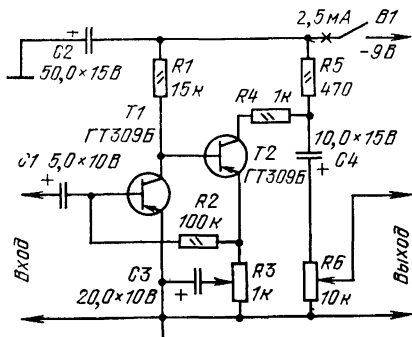

Рис. 69 →
**«Дистощи»-приставка.** Так называют приставку, которая вносит в сигнал сильные нелинейные искажения, обогащая его гармониками составляющих основных частот. В основе работы «дистощи»-приставки лежит двустороннее амплитудное ограничение сигнала. Принципиальная схема приставки представлена на рис. 69. Она также питается от батареи «Крона-ВЦ». Переменный резистор  $R3$ , включенный в цепь обратной связи усилителя, на транзисторах  $T1, T2$ , регулирует общее усиление приставки, определяя порог ограничения. Уровень выходного сигнала устанавливают переменным резистором  $R6$ . Оба переменных резистора — СПЗ-4 группы А или В.